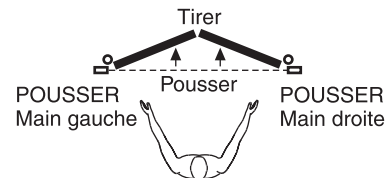

Figure 1
1. Déterminer l'installation à droite ou à gauche. (Figure 1)